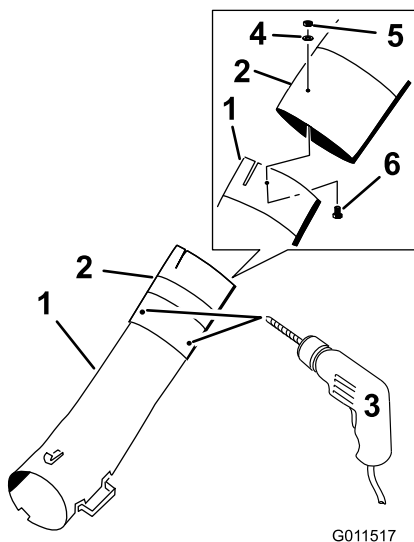

Рисунок 21
3. Используя три отверстия или вдавленные отметки на средней трубке в качестве шаблона, просверлите три отверстия (диаметром 7/32 дюйма) в месте, где нижняя и средняя трубка соединяются между собой (Рисунок 21).
4. Установите, не затягивая, нижнюю и среднюю трубки с помощью 3 болтов (№10 x 3/4 дюйма), 3 плоских шайб (7/32 дюйма) и 3 контргайк (№10) (Рисунок 21).